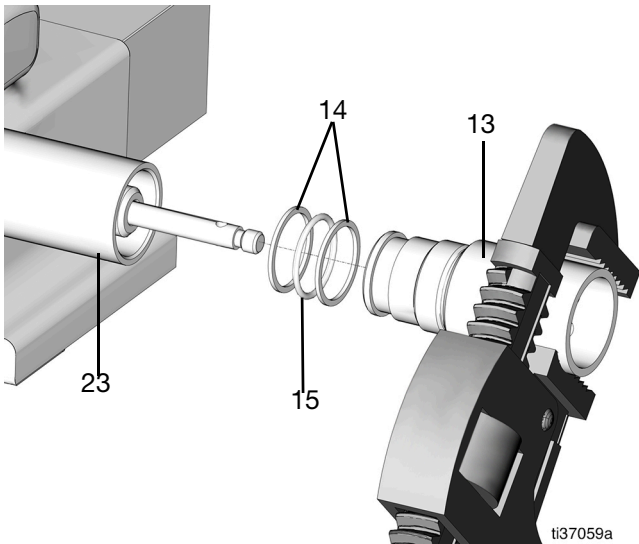

图 38
18. 将泵管放在台钳中, 用布保护, 然后拧紧以稳定泵下管 (23) (图 38)。
19. 用管道扳手松开铲管 (13), 然后将其从泵下管 (23) 中卸下 (图 38)。
20. 从铲管 (13) 上卸下两个支撑环 (14) 和 O 形圈 (15) (图 38)。